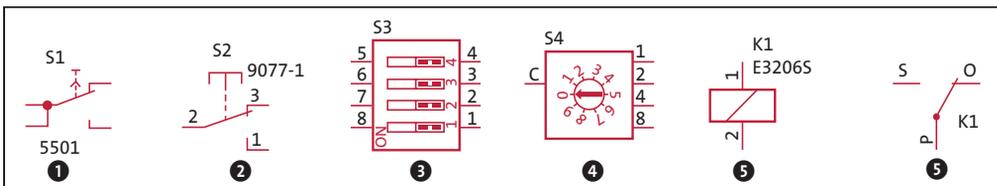

Abbildung 3.9 Taster, Schalter und Relais – Schaltbilder
Abbildung 3.9 zeigt die Schaltbilder für Taster ❶, Schalter ❷, DIP-Schalter ❸, Dreh-